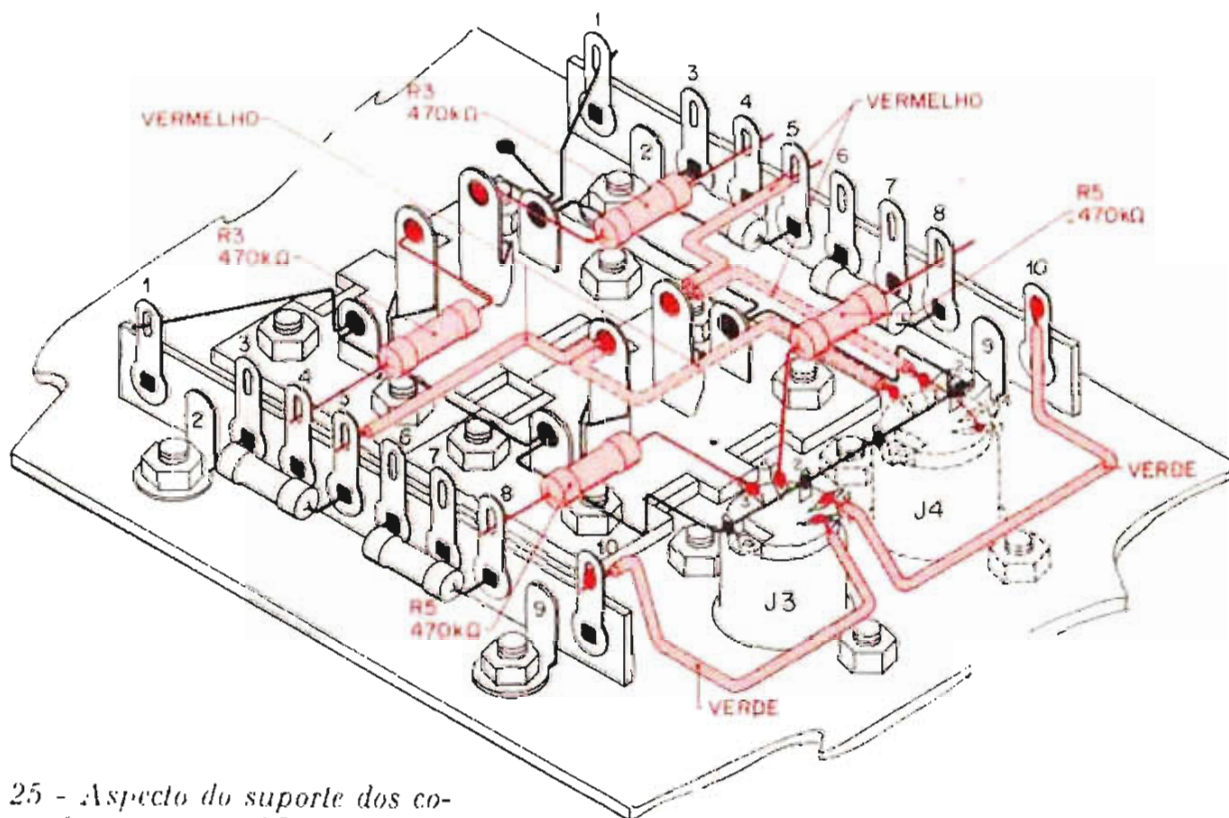

Figura 25 - Aspecto do suporte dos conectores após a operação 59
- 55 - Se fôr usado o conector DIN opcional J4, ligue os terminais 3 e 5 deste conector, respectivamente, ao terminal central inferior (canal direito) e ao terminal central superior (canal esquerdo) da tomada RCA adjacente (J1). Use 5 cm de fio vermelho com as extremidades preparadas (1 cm de isolação retirada). Interligue os terminais 1 e 5 do conector. Solde somente os terminais deste último. Oriente-se pela figura 25.
O aspecto da chapa trazeira após essa operação está ilustrado na figura 25.